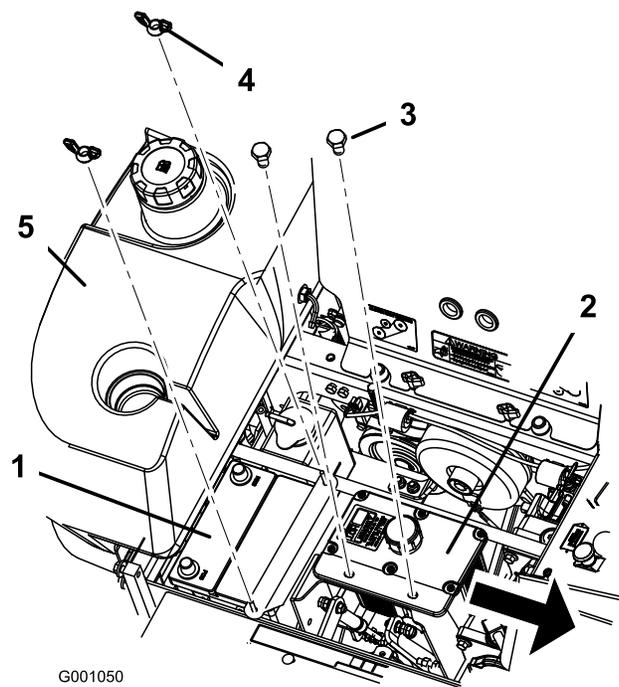

Figura 46
1. Posizionate la batteria nel vassoio, con i poli in posizione opposta al serbatoio idraulico (Figura 46).
6. Fissate la batteria con bulloni a J, il morsetto fissatore e due rondelle (1/4 poll.) e due dadi ad alette (1/4 poll.) (Figura 46).
6. Togliete entrambi i dadi ad alette (1/4 poll.) che fissano la staffa di montaggio della batteria (Figura 46).
7. Togliete i due bulloni di fissaggio del serbatoio idraulico (Figura 46).